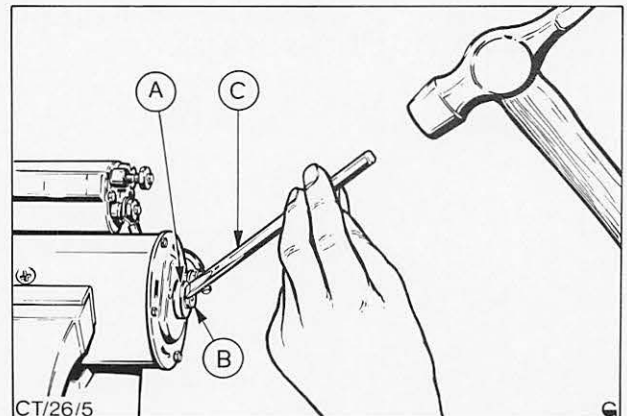

Abb. 32 A = Zahnsicherung
2. Zahnsicherung am Ende der Ankerwelle entfernen. Dazu Zähne der Sicherung mit einem kleinen Meißel verbiegen (Meißel im 45° Winkel zur Ankerwelle halten, siehe Abb. 32). Abgenommene Zahnsicherung nicht wieder verwenden.